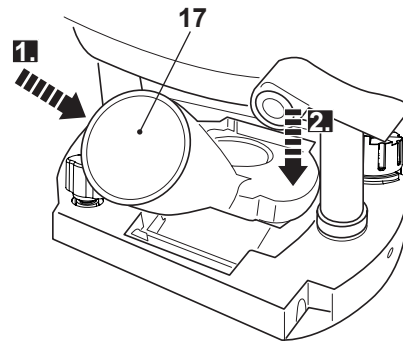

Fig. 11
- > Introduceți adaptorul de vid (17) de pe partea din spate a produsului. Împingeți adaptorul de vid (17) înainte (Fig 11, Pasul 1) și apoi în jos, până ce se fixează cu un declic în poziție (Fig 11, Pasul 2).
- > Împingeți adaptorul de vid (17) înainte și ridicați-l pentru a-l îndepărta din produs.